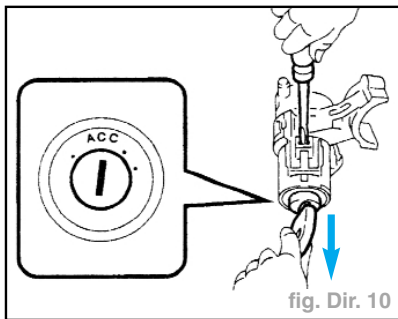

fig. Dir. 10
- A l'aide d'un tournevis, enfoncer la goupille d'arrêt du barillet, puis extraire le barillet (fig. Dir. 10).